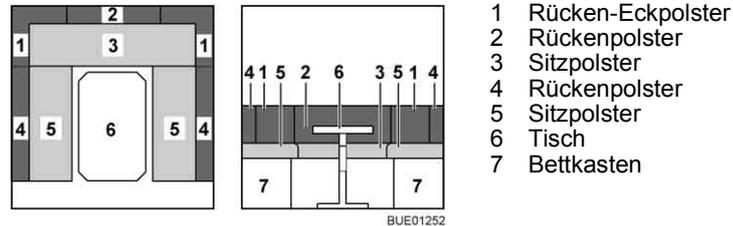

Bild 94 Vor dem Umbau
- Die Rücken-Eckpolster (Bild 94,1) und das Rückenpolster (Bild 94,2) abnehmen und unter dem Tisch ablegen.